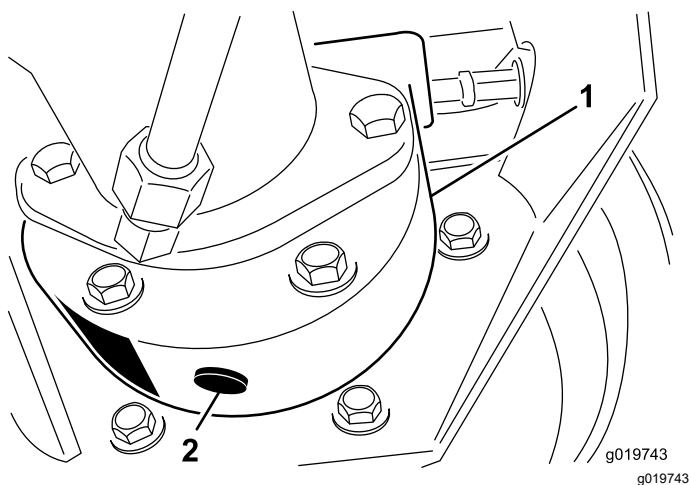

Figura 87
3. Coloque un recipiente debajo del alojamiento del freno, retire el tapón y deje que se drene el aceite (Figura 87).